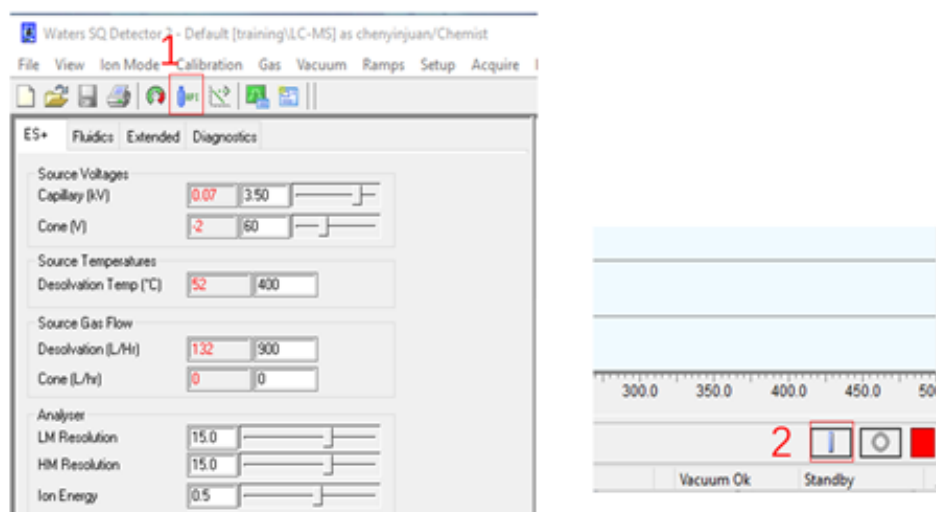

图 6-25
- (1) Ion Mode: 选择ES+或者ES-模式，一般选择正离子模式；
- (2) 先点击气体钢瓶图标，等待气体实时流量正常；
- (3) 再点击界面右下角 Operate 按钮, 仪器指示灯变为绿色 (图6-25) 且离子源电压加载上